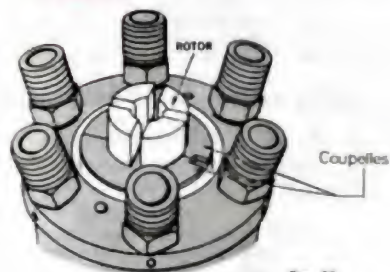
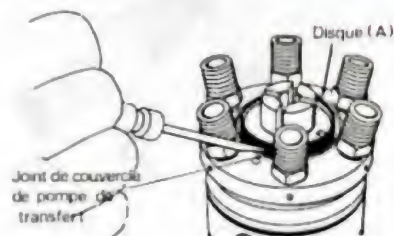

Fig. 33.
Fig. 34.
— Placer les deux coupelles demi-lunes entre le rotor et la tête, l'ouverture se situant sur le trou réservé à la goupille du régulateur de pression (fig. 33). Monter le disque de positionnement de l'excentrique (A), aspérités côté AR de la pompe, aucune ne devant coïncider avec la jointure des demi-lunes. **Ne pas enfoncer le disque** (fig. 34).